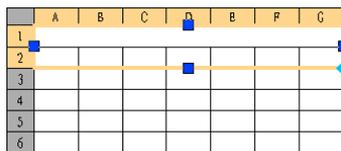

图 7.3.5 选取表格最上面的两行
(1) 选取行。在标题行的表格区域中单击, 选中标题行, 同时系统弹出“表格单元”选项卡, 按住 **Shift** 键选取第二行, 此时最上面两行显示夹点 (图 7.3.5)。
(2) 删除行。在选中的区域内右击, 在系统弹出的快捷菜单中选择 **行** → **删除** 命令 (或单击“表格”选项卡中“行数”面板上的 按钮)。